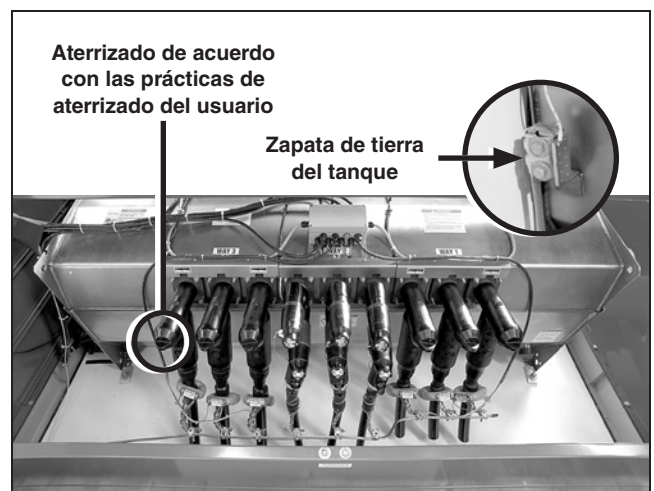

Figura 27. Sujeción del cable de tierra G1 al tanque.
- (b) El cable de tierra “G1” está etiquetado y se ubica en el compartimento de baja tensión. Inserte cuidadosamente el cable “G1” desde el compartimento de baja tensión a través del tubo de PVC hacia adentro del gabinete principal. Conecte el cable G1 al ángulo de tierra de cobre ubicado en el tanque. Ver Figura 27.